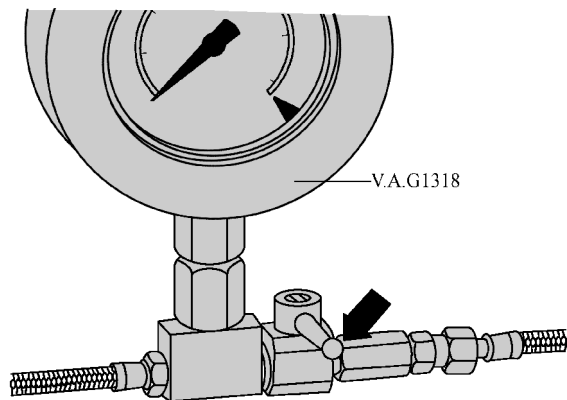

图 1-5-66 压力测量装置 K-Jetronic V. A. G 1318
(3) 如图 1-5-66 所示, 将压力测量装置 K-Jetronic V. A. G 1318 用适配接头 V. A. G 1318/6、1318/7 安装到进油管路与燃油分配管之间。注意: 压力测量装置 K-Jetronic V. A. G 1318 的切断阀必须安装至油箱一侧(燃油进油管路)。
(4) 打开压力测量装置的切断阀, 此时控制杆指向流动方向。起动发动机并怠速运转, 测量燃油压力, 标准值约为 0.4MPa。
(5) 关闭点火开关。观察压力表上的压降, 借此检查密封性和保持压力, 10min 后必须还存在保持压力至少 0.25MPa。若保持压力降到 0.25MPa 压力以下: